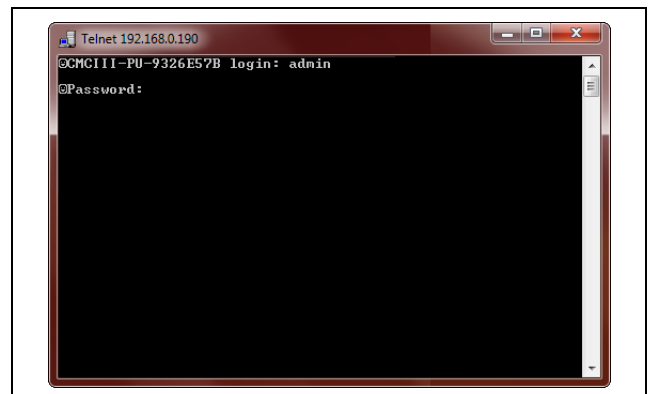

Fig. 14 : écran d'identification
- Actionner une fois la touche « Retour » pour afficher l'écran d'identification. Celui-ci correspond à l'écran d'identification pour une liaison Telnet (fig. 14).